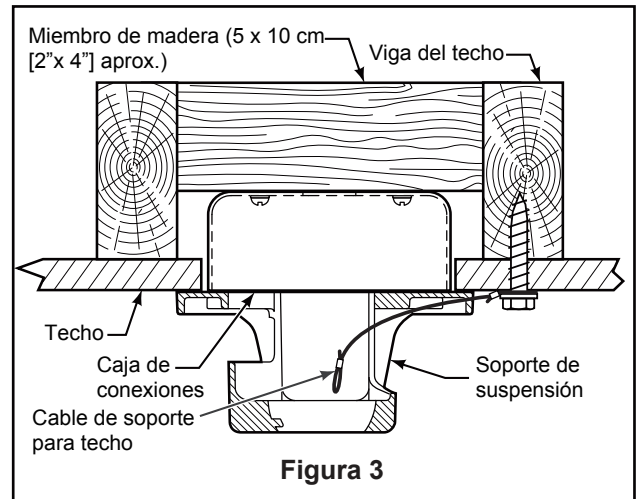

Figura 3
Uso del soporte (Figura 3)
3. Afloje los dos tornillos de fijación del soporte del barral de soporte para techo a través de la varilla. Introduzca los cables de color negro, blanco y azul cables y cable de seguridad a través de la varilla. (Figura 3)
1. Perfore un orificio de 1/4" en la estructura del edificio para evitar grietas con la instalación del tornillo de intervalo. Utilice el tornillo de intervalo de 3/8"x 2" y la arandela plana para fijar el cable de seguridad a la viga del techo o a la estructura de madera. Dicho tornillo pasará a través de arandela plana, la presilla del cable de seguridad y se fijará en la estructura del edificio. (Figura 3)
NOTA: el cable de soporte para techo no se puede asegurar solamente a la caja de conexiones; se debe asegurar directamente a la viga de techo o miembro estructural con el tornillo de cabeza cuadrada de 3/8"x2" y la arandela plana. (Figura 3)
2. Deslice el receptor en el soporte de suspensión antes de realizar el cableado como se muestra en la figura 3.
3. Para que el ventilador sea funcional, instale las pila (incluidas) de 23A/12V en el transmisor del mando a distancia. Mientras el ventilador esté apagado. A continuación, siga el proceso de fijación remota de código. Si no se utiliza el ventilador durante un largo periodo de tiempo, extraiga la batería para evitar cualquier daño al transmisor. Almacene el mando a distancia en un lugar alejado del calor o la humedad excesiva. (Figura 3)